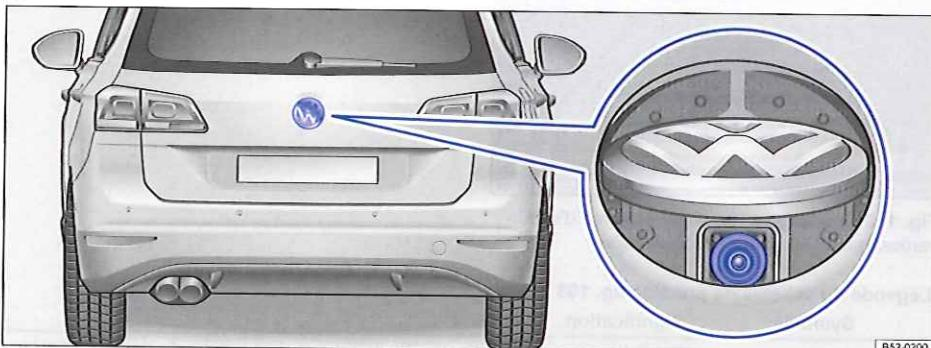

Fig. 162 Dans le hayon : emplacement de montage de la caméra de recul
Une caméra située dans le hayon \Rightarrow fig. 162 vous assiste lorsque vous effectuez un stationnement en marche arrière ou des manœuvres. L'image de la caméra ainsi que les lignes d'aide à l'orientation sont projetées par le système à l'écran du système d'infodivertissement de première monte.
- ✓ L'image doit être fiable et claire (par ex. bonnes conditions de visibilité et lentille propre) \Rightarrow fig. 162.
La caméra de recul \Rightarrow fig. 162 (agrandissement) ne retransmet que des images bidimensionnelles. Les creux ainsi que les objets saillants au sol ou les
Assurez-vous que la lentille ⇒ fig. 162 (agrandissement) est propre et exempte de neige et de givre :